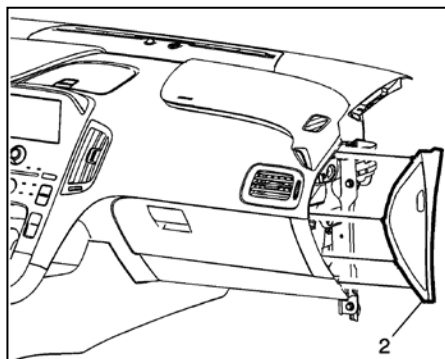

Fig. 1
5. Retire el panel del tapizado lateral del panel de instrumentos del lado del pasajero (ver Fig. 1). Utilice una herramienta de corte de plástico de punta plana para ayudar a retirar el panel del tapizado lateral del ensamblaje del panel de instrumentos.